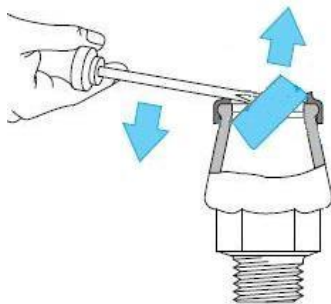

Figure 6
1. Enlever prudemment l'anneau de serrage (voir fig. 6, n'endommage pas le revêtement époxy).